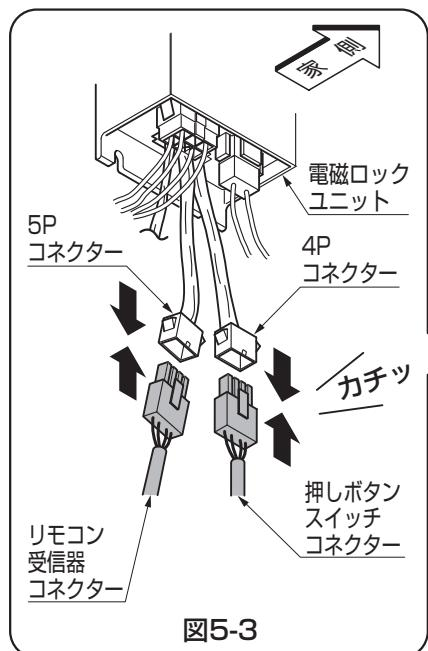
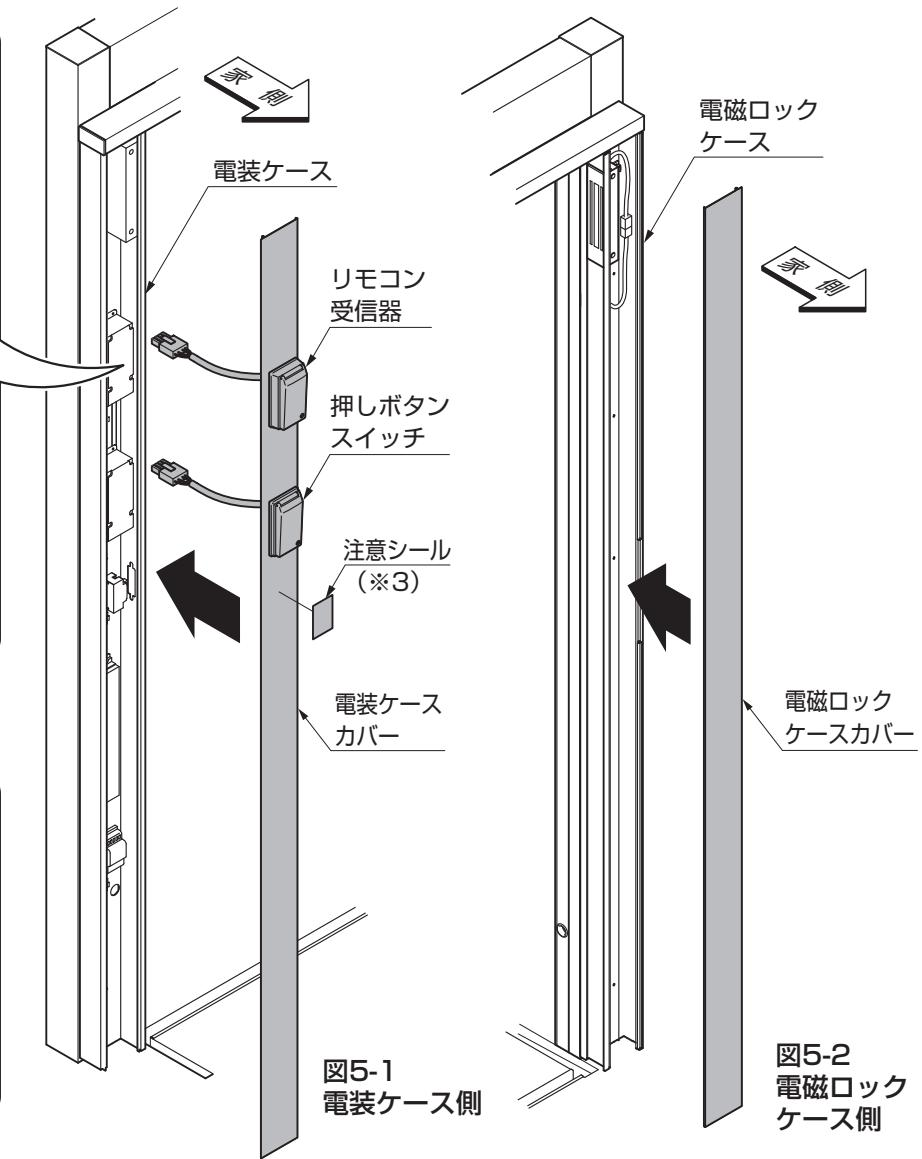

図5-3
図5-1
- ①電装ケースカバーのコネクター（4P、5P）と電磁ロックユニットのコネクターを接続してください。（図5-1、図5-3参照）
- 電磁ロックユニットのコネクターはカチッと音がするまで差し込んでください。（図5-3参照）